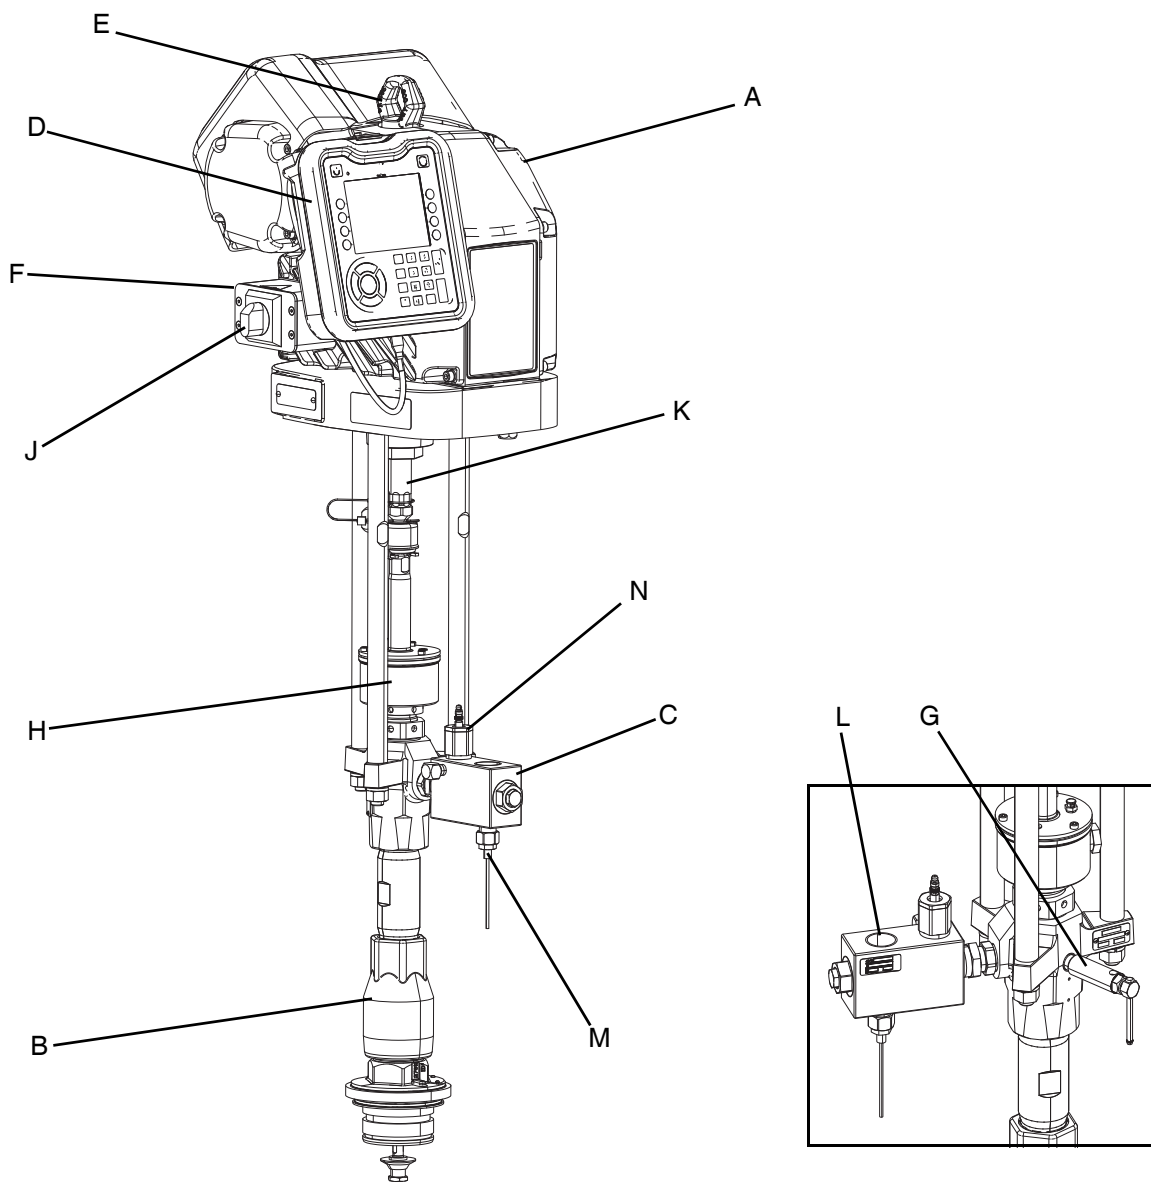

图 1: E-Flo SP 组件
在正确的提起位置连接一个链或钩子。使用起重机或叉车升起托盘。请参见图 1 中的吊环 (E)，第 7。